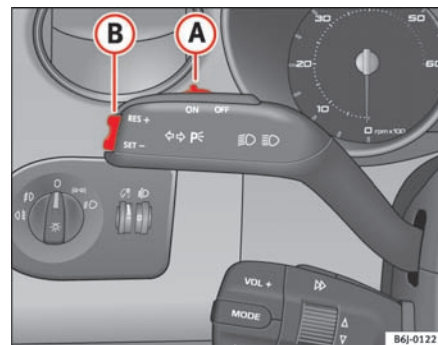

Fig. 102 Blink- og fjernlysarm: kontakt og vippeknop til fartpilot
- Tryk et kort øjeblik på den nederste del **SET** af vippeknappen ⇒ fig. 102 **B**, når du har nået den ønskede hastighed.